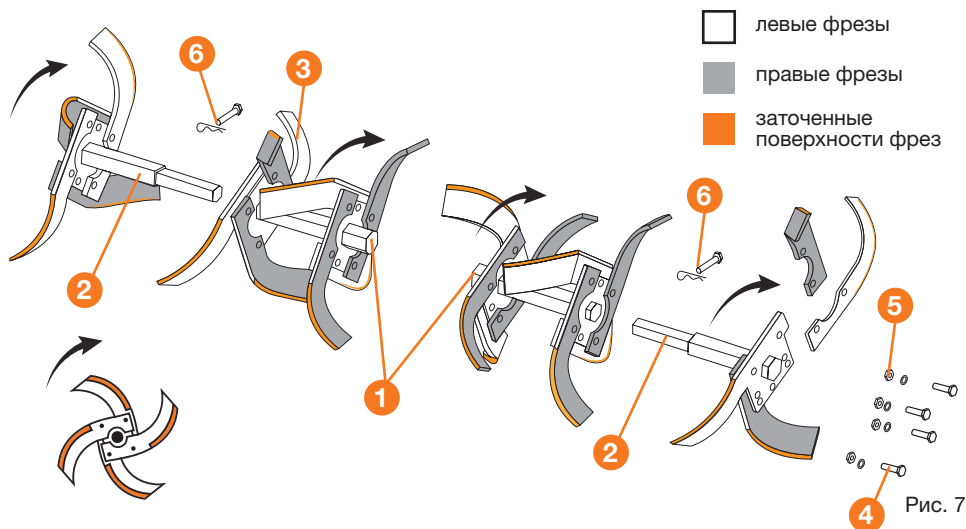

Рис. 7
Последовательно установите фрезы на фланцы осей (Рис. 7).
- Соберите фрезы согласно схеме (Рис. 7).